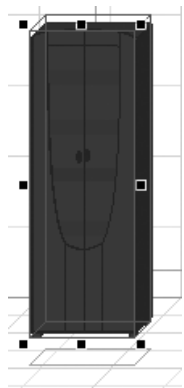

Рис. 9.10
3. Для определения правильного расположения объекта в комнате можно воспользоваться широкими возможностями программы. Выделить объект, щелкнув на нем кнопкой мыши, — объект изменит цвет и будет выделен синими линиями с маркерами выделения — черными квадратами (рис. 9.10).